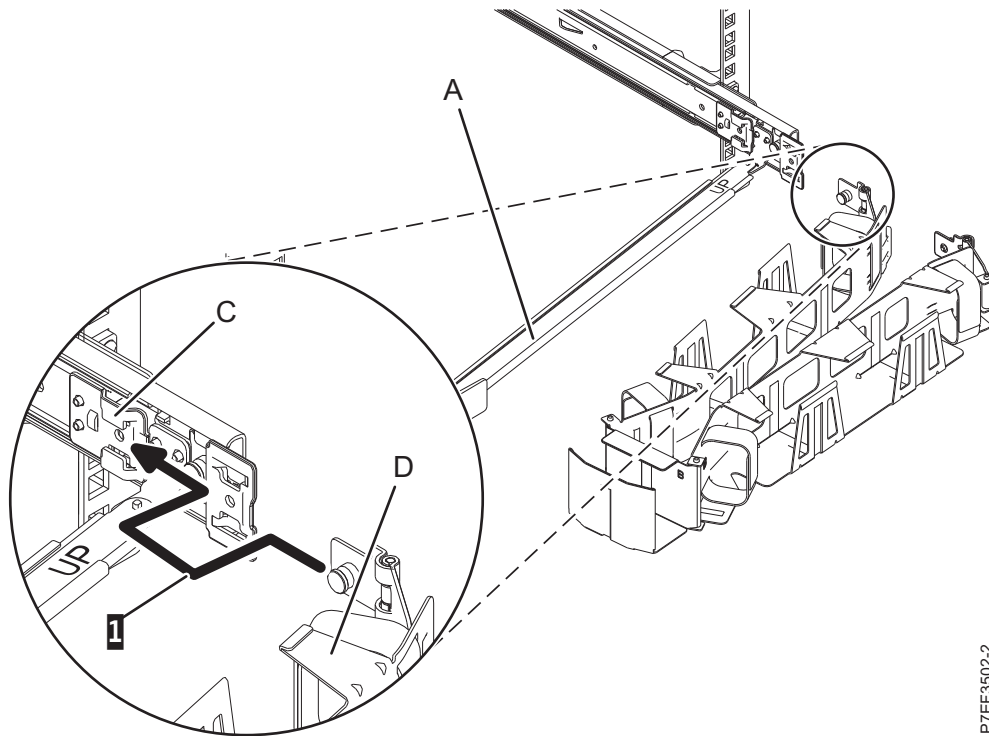
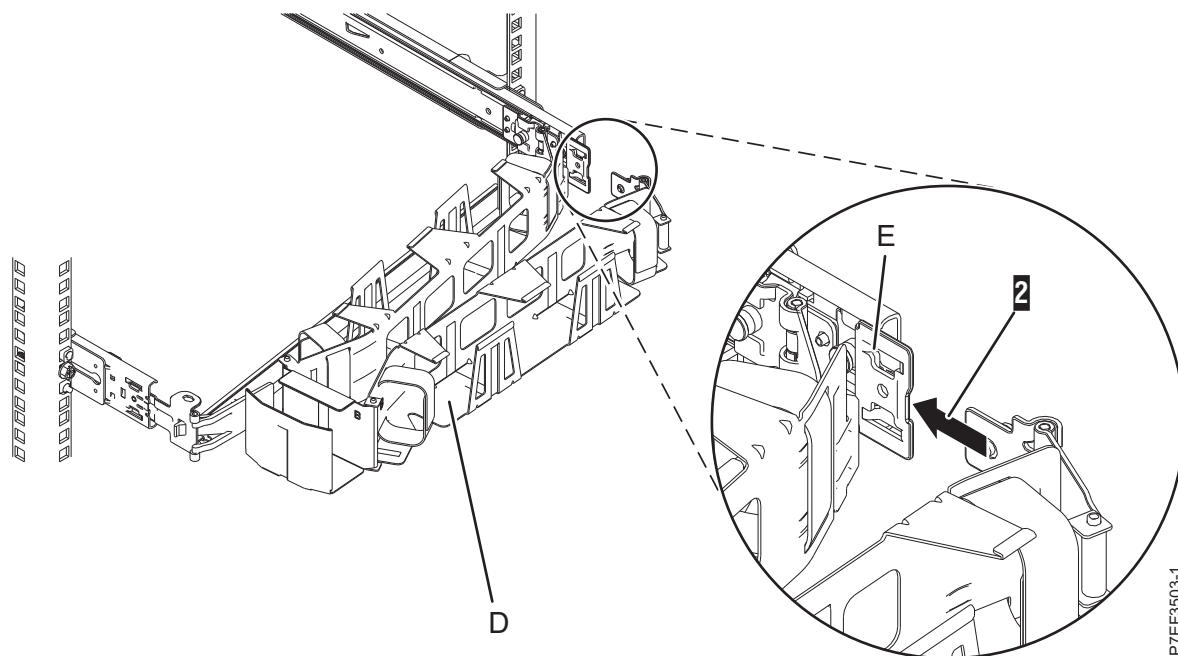

Abbildung 15. Lasche des Kabelträgers in die Aussparung der Halterung schieben
Abbildung 16. Andere Lasche des Kabelträgers in die Erweiterungshalterung schieben
7. Platzieren Sie den Kabelträger (**D**) am Stützarm (**A**). Schieben Sie die erste Lasche des Kabelträgers in die Aussparung an der Halterung (**C**). Drücken Sie auf die Lasche, bis die gefederte Verriegelung einrastet. Schieben Sie die andere Lasche des Kabelträgers in die Erweiterungshalterung (**E**) an der Außenseite der rechten Schiene (**2**). Drücken Sie auf die Lasche, bis die gefederte Verriegelung einrastet. Einzelheiten finden Sie unter Abb. 15 auf Seite 11 und Abb. 16 auf Seite 11.